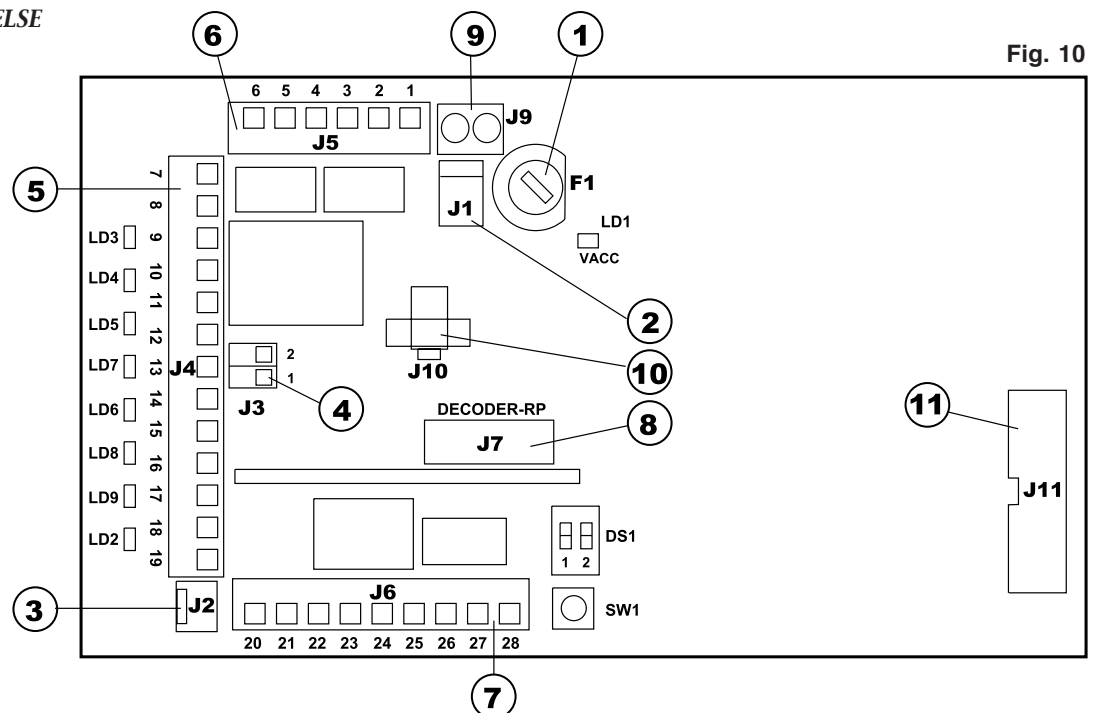

Fig. 10
- ① **Sikring F1** 1AT/230Vac-5x20.
- ② **J1 terminal** omformer sekundær vinkling – fig. 10.
- ③ **J2 terminal**
Hurtigkopling for tilkopling av RP plug-in mottakere eller Minidec/Decoder dekoderkort (Fig. 10)
**J9 Terminal (Fig. 10)****BESKRIVELSE AV TERMINAL**
Hurtigkopling for tilkopling av 40 Vdc strømtilførsel for 950 MPS elektronikk (Fig. 10)
Hurtigkopling for tilkopling av 40 Vdc strømtilførsel for 950 MPS statussignal for dør (Fig. 10)